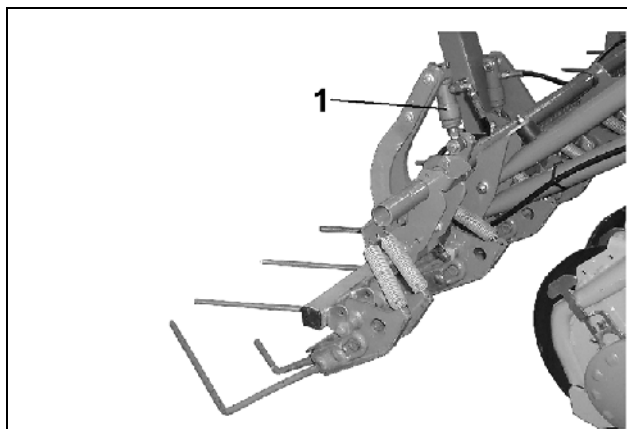
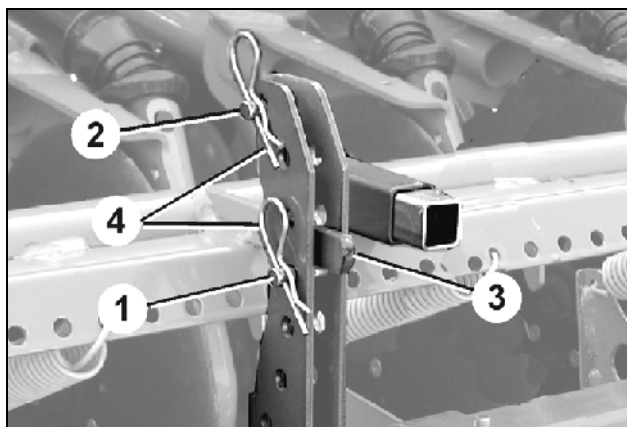

Рис. 99
Рис. 100
При смене нормальной почвы на тяжелую, и наоборот, давление выравнивателя регулируется гидравлическим цилиндром (Рис. 99/1).
Два пальца (Рис. 100/1 и 2) вставьте в качестве упора рычага (Рис. 100/3) в сегмент регулировки. Рычаг, приводимый в действие гидравлическим цилиндром (Рис. 99/1), прилегает к пальцу I, если гидравлический цилиндр не находится под давлением, и прилегает к пальцу II (Рис. 100/2), когда в гидравлический цилиндр подано давление.
- Уберите давление из гидравлического цилиндра (Рис. 99/1).
- Установите палец II (Рис. 100/2) в отверстие над рычагом (Рис. 100/3) в сегмент регулировки и зафиксируйте при помощи фиксирующего пальца с пружинной защелкой (Рис. 100/4).
- Подайте давление в гидравлический цилиндр (Рис. 99/1).
Установите палец I (Рис. 100/1) в отверстие сегмента регулировки под рычагом (Рис. 100/3) и зафиксируйте при помощи фиксирующего пальца с пружинной защелкой (Рис. 100/4).